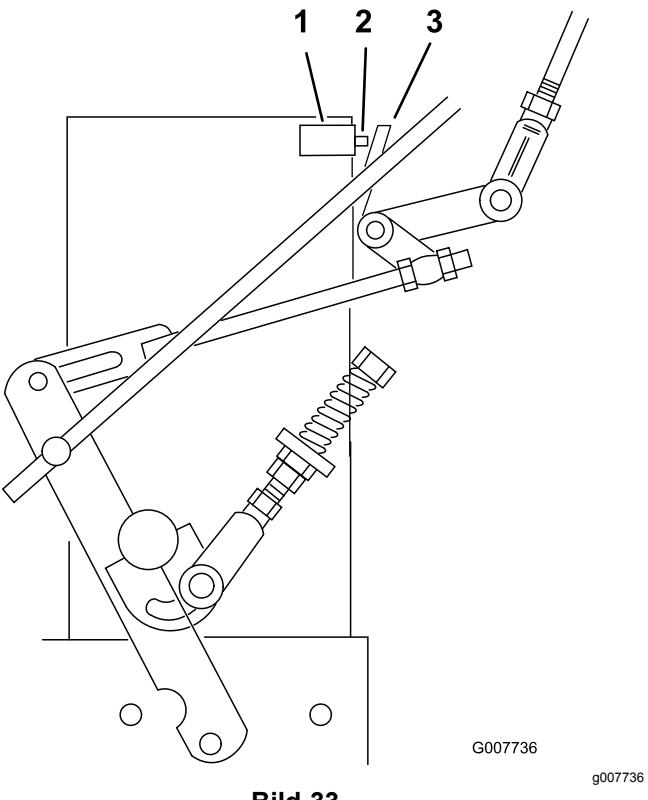

Bild 33
7. Stellen Sie sicher, dass der Sicherheitsschalter gedrückt ist und ein Abstand von 8 mm zwischen der Auslösernase und dem Schalter besteht (Bild 33).
8. Ändern Sie ggf. die Schalterposition, um einen Abstand von 8 mm zu erhalten (Bild 33).